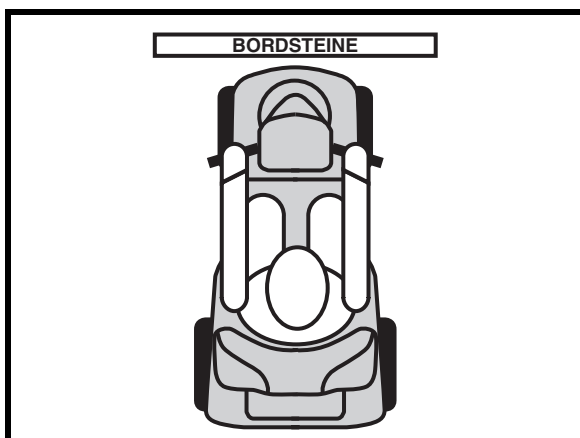

Abb. 3. Richtiges Anfahren einer Bordsteinkante
**WARNUNG!** Zum Überwinden einer Bordsteinkante sollten Sie diese senkrecht anfahren, siehe Abb. 3 und 4.